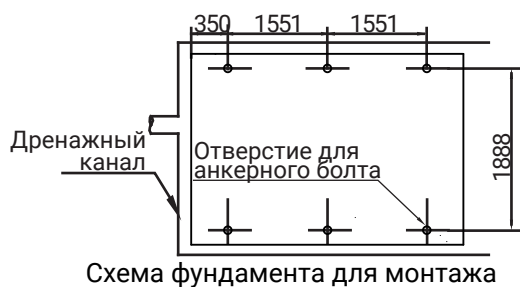

Рис.5-3
Установка крепится к фундаменту посредством пружинного амортизатора, используя монтажные отверстия диаметром  $d15$  мм на стальной раме основания. Межосевое расстояние между отверстиями указано на рис.5-3 (схема фундамента для монтажа). Амортизаторы не входят в поставку оборудования, пользователь может
c. Управление насосом должно осуществляться с ведущего чиллера (схему подключения элементов управления см. на рис.5-3).